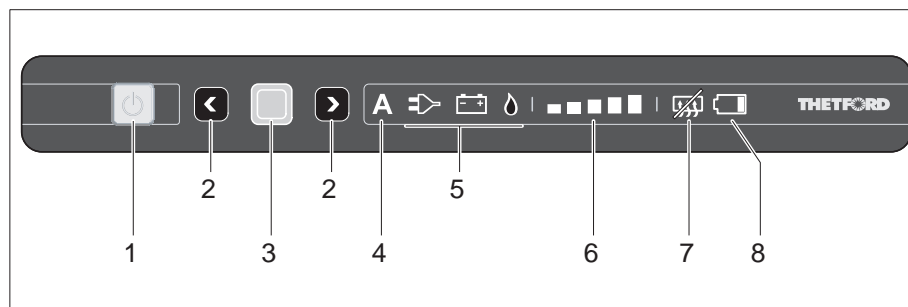

Fig. 228 Elementi di comando e di segnalazione per il frigorifero (Thetford senza SES)
- Premere il tasto (Fig. 228,1).
- Premere il tasto (Fig. 228,1) e tenerlo premuto. Tutte le lampade si spengono.
Se è selezionato il funzionamento automatico, nel quadro comandi sono accesi l'indicatore del funzionamento automatico (Fig. 228,4) e la miglior fonte disponibile (Fig. 228,5).
- Premere il tasto di conferma (Fig. 228,3) e mantenerlo premuto. I simboli delle modalità di funzionamento (Fig. 228,5) iniziano a lampeggiare.
- Con i tasti di selezione (Fig. 228,2) selezionare il funzionamento a gas ed applicare la selezione con il tasto di conferma (Fig. 228,3).
- Con i tasti di selezione (Fig. 228,2) selezionare il funzionamento a 230 V ed applicare la selezione con il tasto di conferma (Fig. 228,3).
- Con i tasti di selezione (Fig. 228,2) selezionare il funzionamento a 12 V ed applicare la selezione con il tasto di conferma (Fig. 228,3).
- Premere di nuovo il tasto di conferma (Fig. 228,3). L'indicatore dello stadio di raffreddamento (Fig. 228,6) inizia a lampeggiare.
- Con i tasti di selezione (Fig. 228,2) selezionare lo stadio di raffreddamento desiderato ed applicare la selezione con il tasto di conferma (Fig. 228,3).